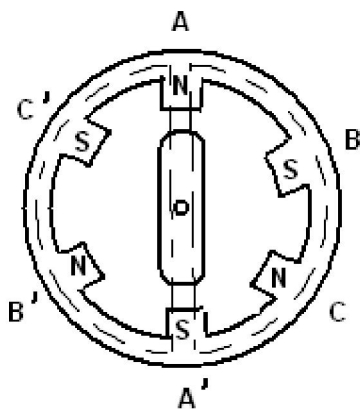

fig 1
- fie față în față cu cei statorici (fig. 1),
În fig 1 este alimentată câte o singură fază statorică, AA'. Rotorul se va deplasa în pași întregi iar unghiul de pas va fi de 60° . Acest mod de comanda poartă denumirea de secvența simplă.
Comandă în secvență simplă în care este alimentată câte o singură fază statorică AA', BB' respectiv CC' (fig 1);